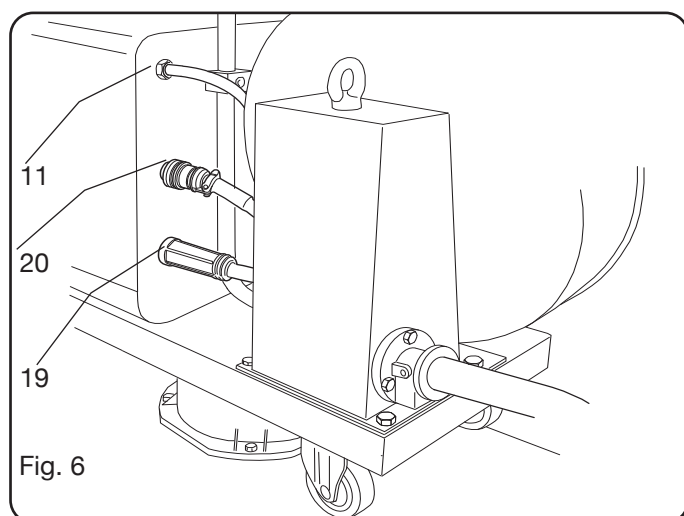

Fig. 6
- Ligar a outra extremidade da conexão **BA** ao carro de tracção do fio, como ilustrado na Fig. 6.